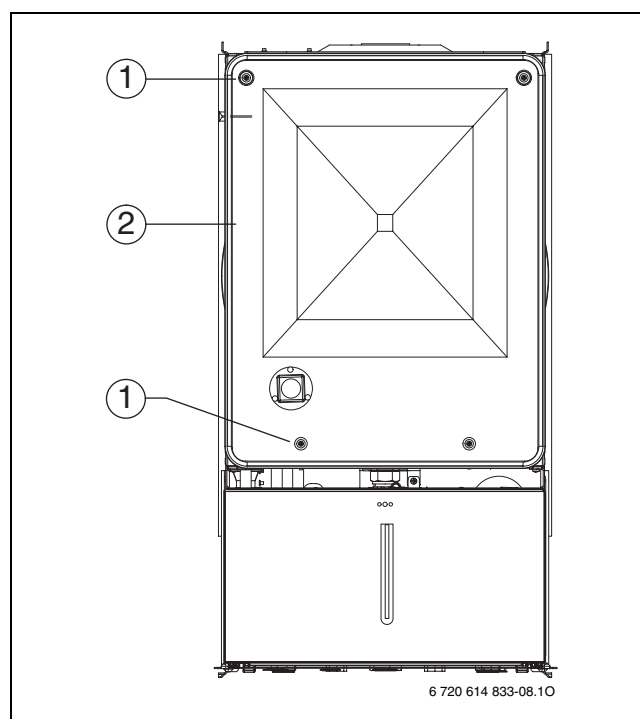

Fig. 74 Luchtkast openen
- ▶ Draai de vier schroeven (1) los en verwijder het luchtkastdeksel (2) (→ afb. 74).